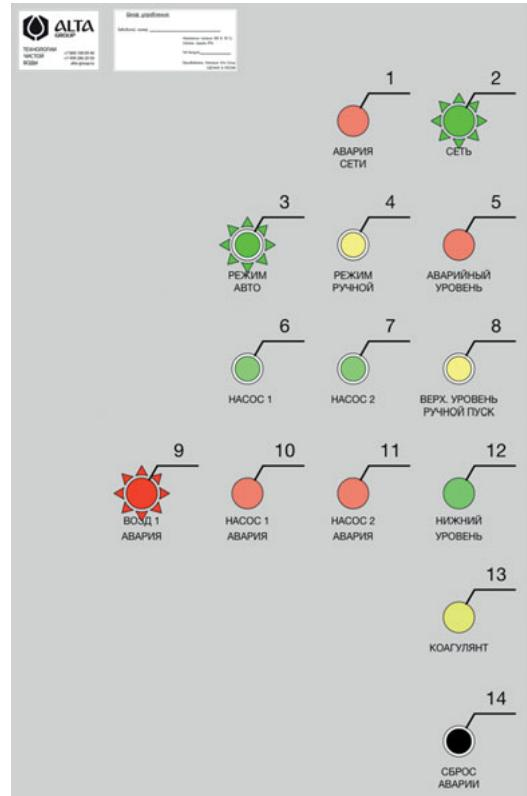

Рисунок 14. Внешний вид индикации режима памяти ошибки при аварии воздуходувки
Включенный световой сигнал аварии воздуходувки (включенная лампа-индикатор (9) свидетельствует о блокировке воздуходувки. Мигающий световой сигнал свидетельствует о том, что была зарегистрирована авария, но оборудование в данный момент времени включено и работает в штатном режиме — режим памяти ошибки, внешний вид индикации режима памяти ошибки при аварии воздуходувки см. Рисунок 14.